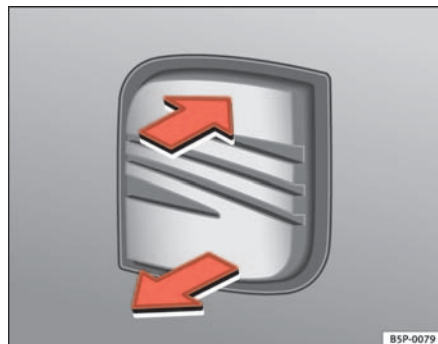

Fig. 68 Tampa traseira: abertura a partir do exterior
- Puxe o manípulo e levante a tampa ⇒ **fig. 68**. O porta-bagagens abre-se automaticamente.